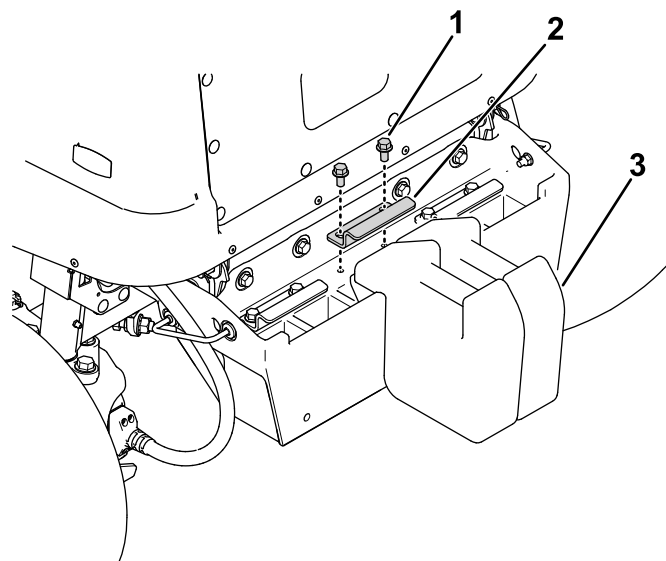

Figura 15
2. Añada 2 contrapesos al parachoques, como se muestra en la Figura 15.
3. Utilice los pernos y el soporte de retención de los contrapesos (Figura 15) para sujetar los contrapesos al parachoques.
1. Afloje los pernos (Figura 15) que sujetan el soporte de retención de los contrapesos al parachoques.